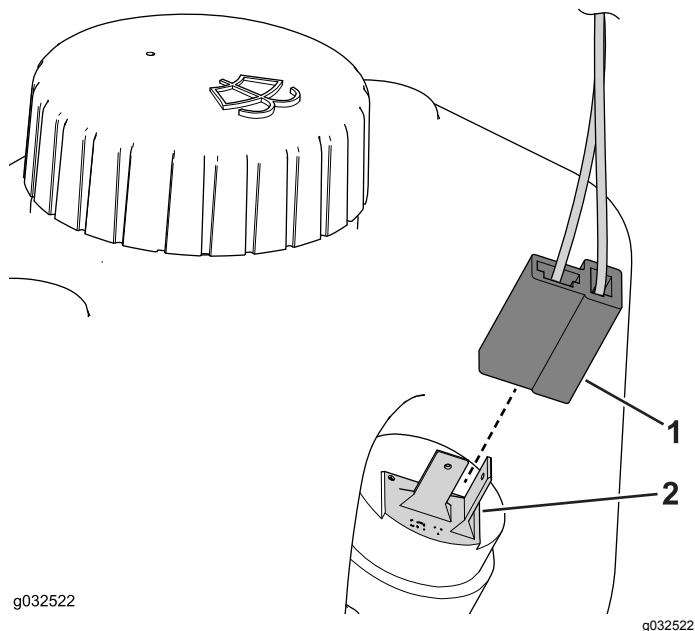

Figura 43
1. Enchufe el conector en el depósito del lavaparabrisas (Figura 43).